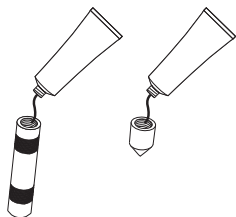

Рисунок 2. Нанесение пасты
7.5. Перед соединением всех резьбовых деталей на резьбу необходимо нанести токопроводящую пасту (см. рисунок 2).